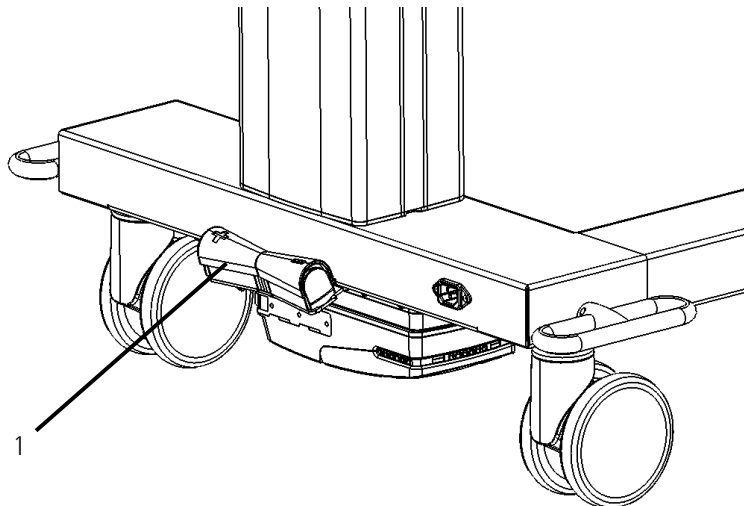

Abbildung 2
Fusstaster: Drücken sie auf die **+** oder **-** Taste (1) und die Liegefläche fährt AUF bzw. AB. *Abb.2*